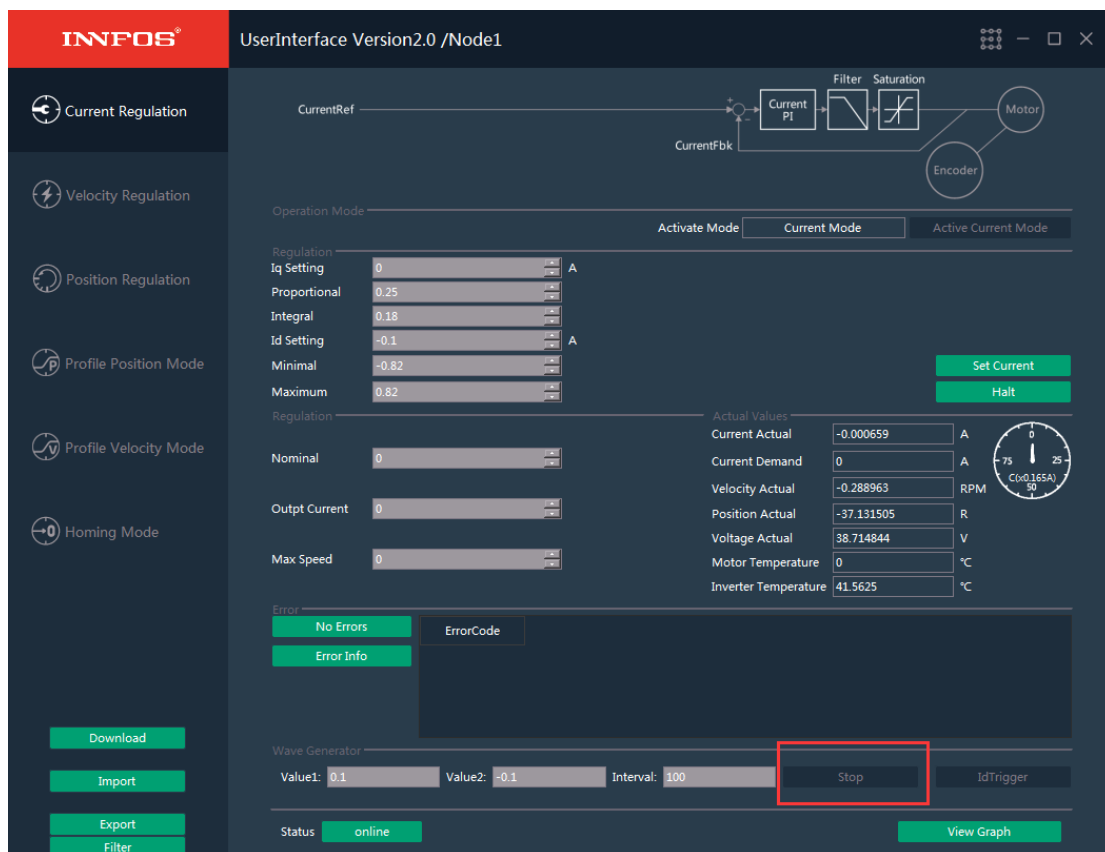

图 19
8.点击 “Stop” 键，可停止方波发生器的运行，如图 19